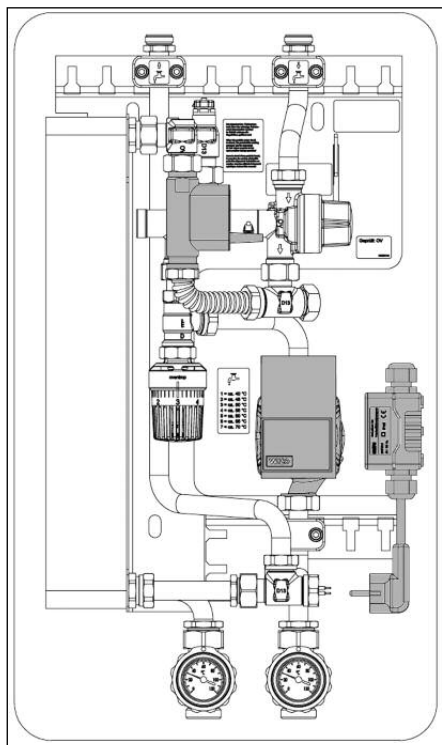

Abb. 5.1 Montage „Regumaq XH“
5.3.1 Montage: Nachrüstsatz HE-Pumpe 1381048 Beispiel Abb. 5.1: